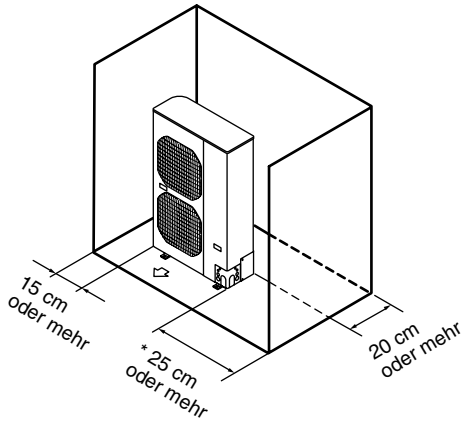

Abb. 2-5
- Achten Sie darauf, dass um das Gerät herum ausreichend Raum für Luftansauggebläse, Abzüge und mögliche Wartung besteht. (Abb. 2-5)
- (1) Hindernisse auf der linken Seite, rechten Seite und Rückseite (Vorderseite und Oberseite sind frei). (Abb. 2-5)